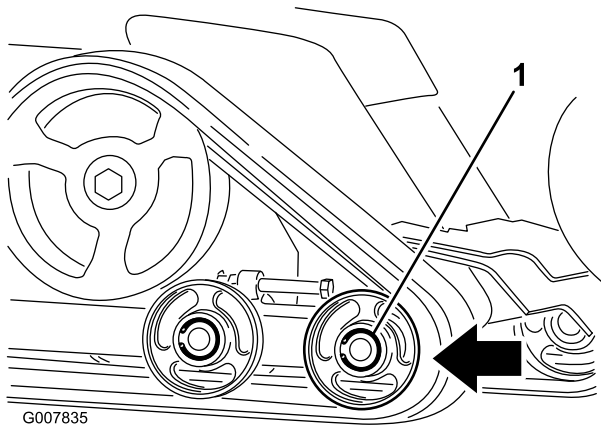

Bild 47
6. Drücken Sie das vordere Straßenrad soweit es geht nach hinten (Bild 47).
7. Wenn Sie die Kette vom Straßenrad entfernt haben, nehmen Sie sie von der Maschine ab (Bild 47).
8. Legen Sie die neue Kette, beginnend beim Antriebsrad, um das Rad und stellen Sie sicher, dass die Stollen an der Kette zwischen die Distanzstücke am Kettenrad passen (Bild 47).
9. Drücken Sie die Kette unter und zwischen das hintere und mittlere Straßenrad (Bild 47).